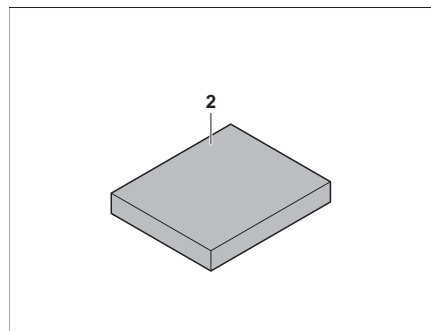

Fig. 133 Coussin supplémentaire
- Placer le coussin supplémentaire (Fig. 133,2) au milieu sur la table.